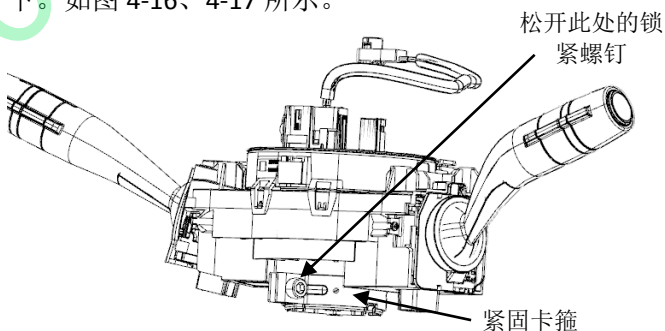

图 4-16
①拔下连接在组合开关上的接插件。
②用 T30 松开组合开关的紧固卡箍, 将组合开关上的倒扣撬起后, 将组合开关沿管柱柱筒取下。如图 4-16、4-17 所示。